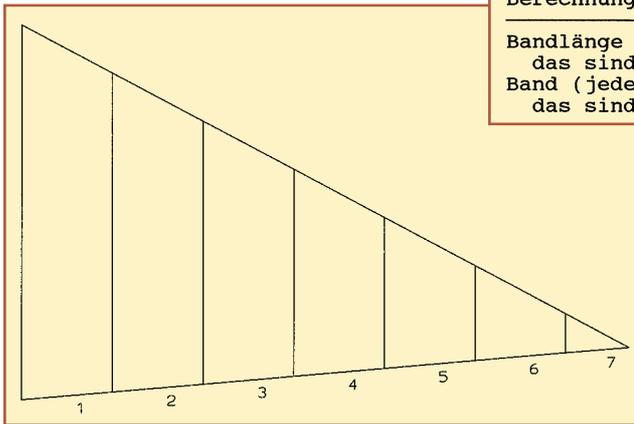

Bild 3 Übersichtsskizze für eine dreieckige, unregelmäßige Dachfläche, die mit Scharen bekleidet werden soll
Die Möglichkeiten einer Scharenberechnung wird nachfolgend an einer dreieckigen Dachfläche dargestellt (Bild 3).
- Übersicht der Fläche (siehe Bild 3) und damit im Zusammenhang ein